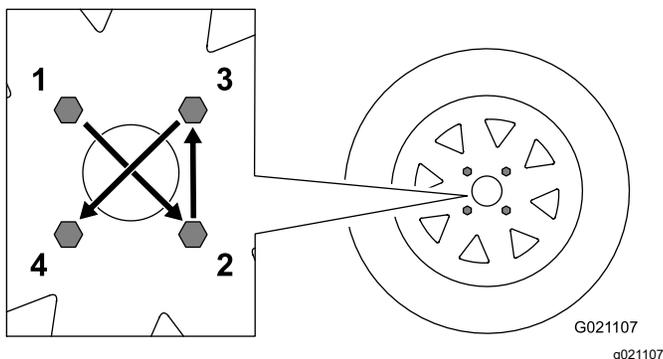

Figure 16
**Remarque:** Serrez les écrous de roue dans l'ordre indiqué à la Figure 16.